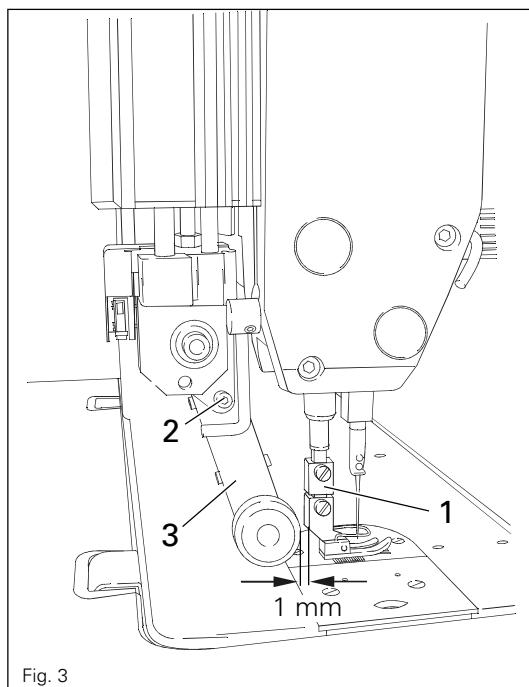

Fig. 3
- Monter l'adaptateur 1 sur la barre presse-tissu, comme le montre la fig. 3.
- Montar el adaptador 1 en la barra del prensador, tal como se muestra en la Fig. 3.